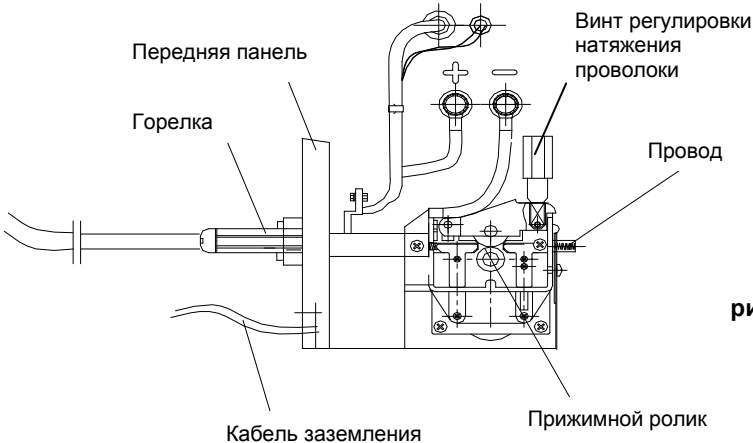

рис.5
3. Установка кассеты с проволокой в механизм подачи (Рис. 5).